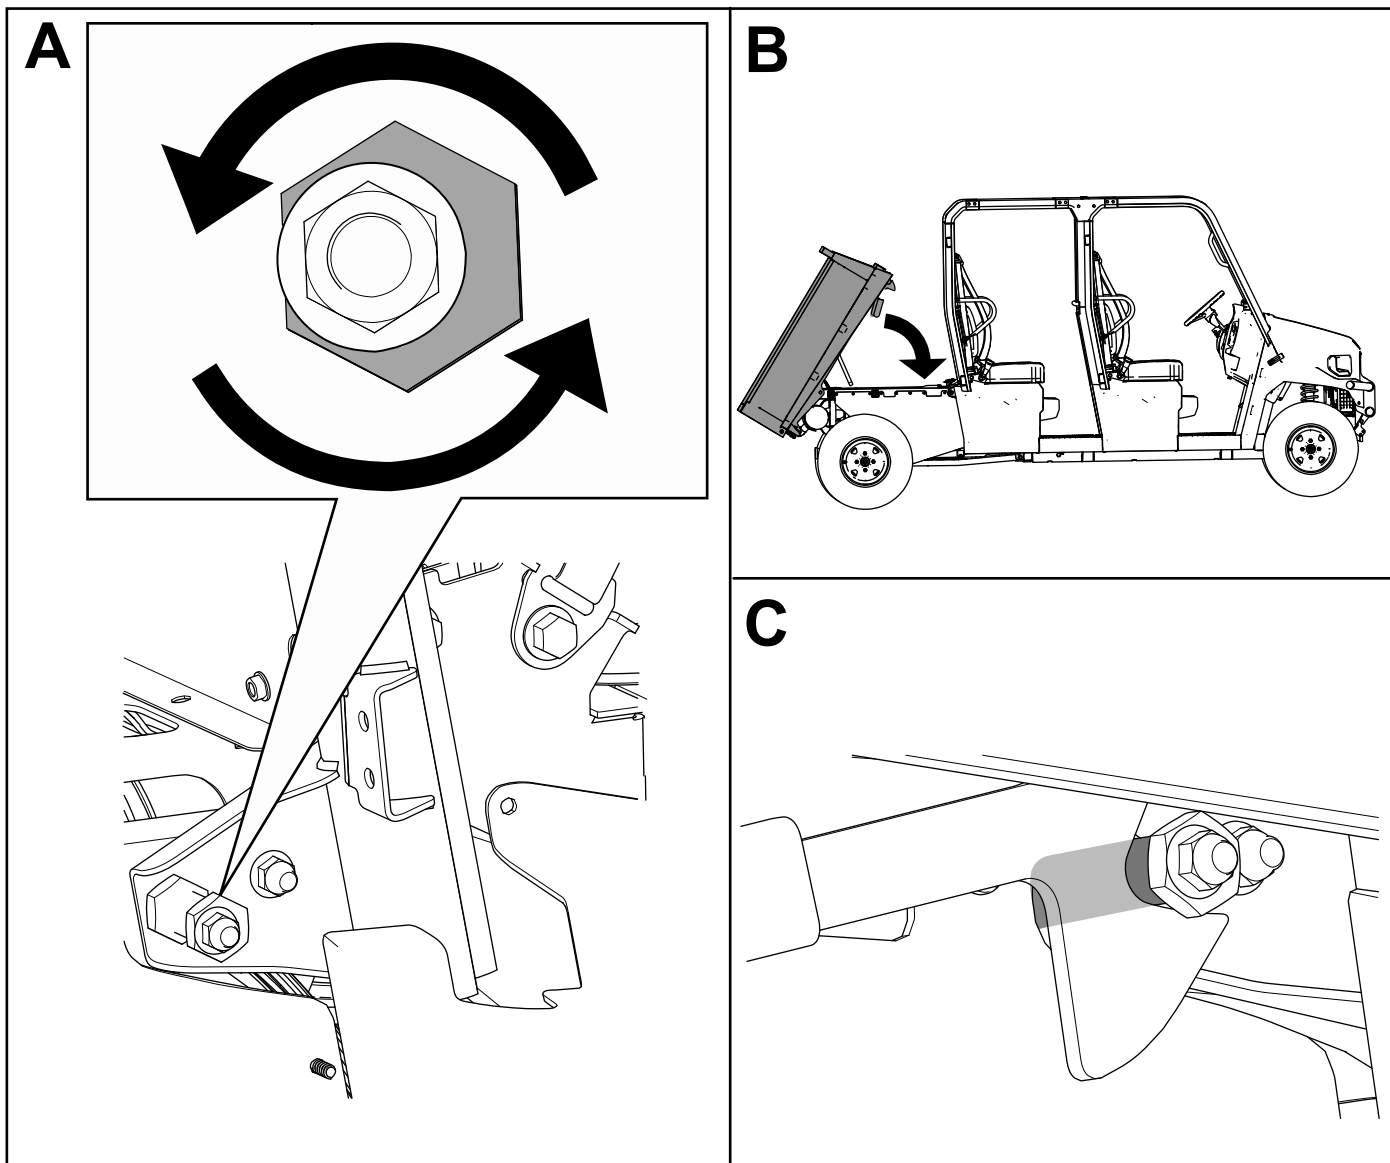

Figura 57
30. Regolate il dado di allineamento della chiusura del pianale fino a eliminare la fessura e a fissare saldamente il pianale (Figura 57).